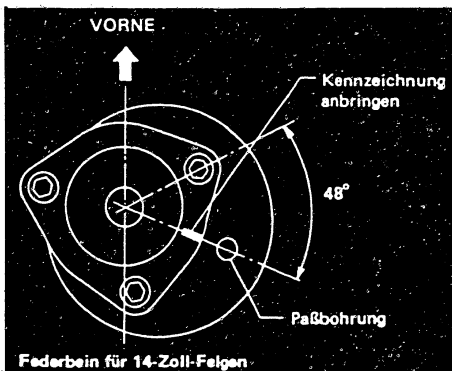

Bild 52 Einzelradaufhängung hinten: Kennzeichnung der oberen Federbeinplatte (am rechten Federbein) gegenüber dem oberen Federteller.
b) Das **Zerlegen** von Feder, Federbeinrohr und Stossdämpfer erfolgt mit Spezialwerkzeugen. Zuvor ist die obere Federbeinplatte gegenüber dem oberen Federteller zu kennzeichnen (Bild 52).